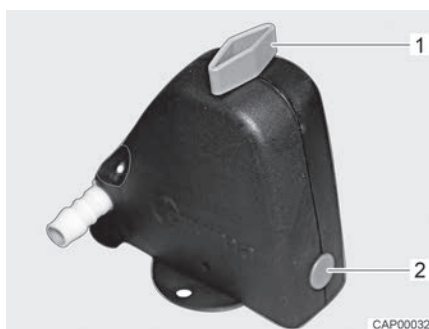
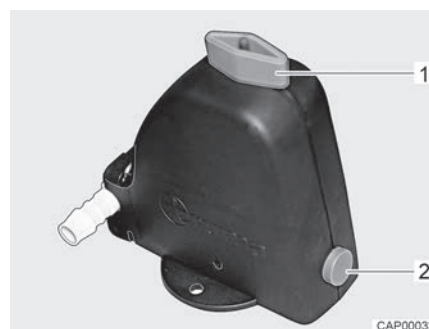

Bild 194 Säkerhets-/avtappningsventil stängd
Bild 195 Säkerhets-/avtappningsventil öppen
- Öppna säkerhets-/avtappningsventil (Bild 194). Vrid vredet (Bild 194,1) mot säkerhets-/avtappningsventilen. Tryckknappen (Bild 194,2) skjuts ut. Den öppna säkerhets-/avtappningsventilen visas i Bild 195.